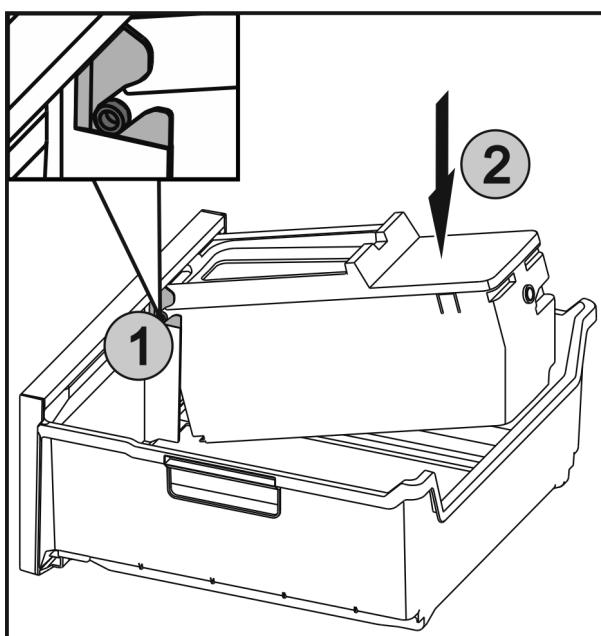

Fig. 39
- ▶ Insérer les axes Fig. 39 (1) sur l'EasyTwist-Ice dans les guides et appuyer sur le côté arrière Fig. 39 (2) jusqu'à ce que la languette s'enclenche.